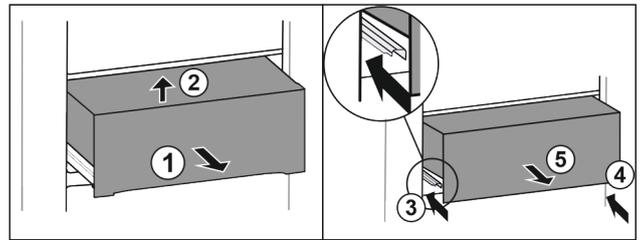

Fig. 30
- ▶ Sortir le tiroir à mi-chemin Fig. 30 (1).
- ▶ Le soulever à l'avant Fig. 30 (2).
- ▶ Rentrer le rail de gauche Fig. 30 (3).
- ▶ Rentrer le rail de droite Fig. 30 (4).
- ▶ Retirer le tiroir par l'avant Fig. 30 (5).